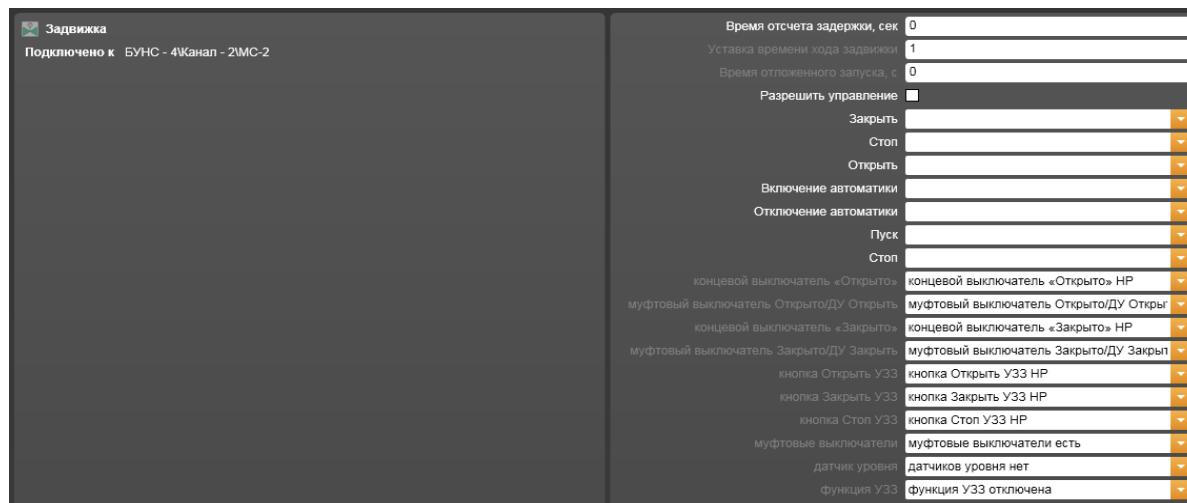

Рисунок 14.3.46 – Свойства устройств ШУЗ (Задвижка)
7) При выделенной в рабочей области строке адресного исполнительного устройства ШУЗ поле свойств устройства отображает (Рисунок 14.3.46):